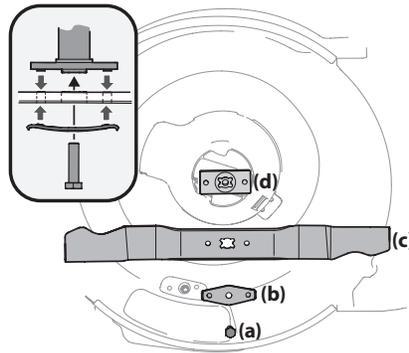

Figure 4-6
3. Retirez le boulon (a) et le support de la lame (b) qui fixent la lame et l'adaptateur au vilebrequin du moteur. Voir Figure 4-6.
4. Retirez la lame (c) et l'adaptateur (d) du vilebrequin. Voir Figure 4-6.
6. Lubrifiez le vilebrequin du moteur et la surface interne de l'adaptateur de la lame avec une huile légère. Placez l'adaptateur (d) sur le vilebrequin. Assurez-vous d'installer la lame avec le côté marqué « Grass side » (ou qui porte le numéro de pièce) face au sol. Veillez à ce que la lame soit alignée et bien placée sur les brides de l'adaptateur. Voir Figure 4-6.